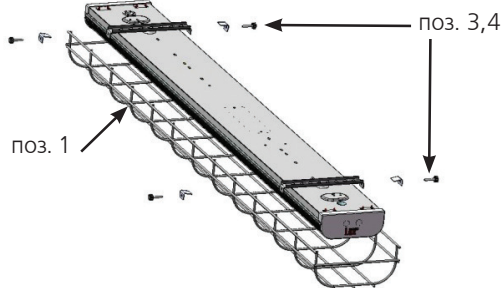
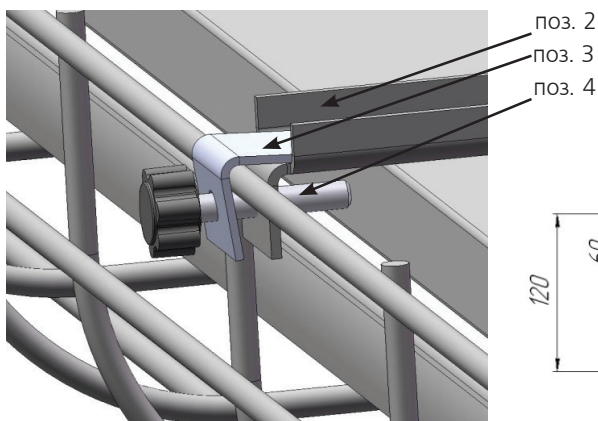
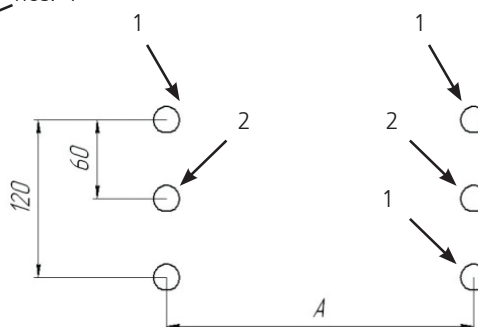

Рис. 2
Рис. 3
Рис. 4
2. На поверхности выполнить отверстия под винты M4 согласно размерам схемы (см. Рис. 4, размер A зависит от типа светильника).
3. Закрепить на поверхности кронштейны поз. 2 (2 штуки) с помощью винтов (в комплект не входят) (см. рис. 4 отверстия 1).
4. Закрепить светильник на поверхности, с помощью винтов (в комплект не входят) (см. рис. 4 отверстия 2).
6. Установить на кронштейны сетку поз. 1 и закрепить её с помощью угольников поз. 3 и специальных винтов поз. 2 (см. рис. 2 и рис. 3).
2. Закрепить на основании светильника скобы поз. 1 (2 штуки) с помощью винтов, гаек и шайб поз. 2, 4, 5 (см. рис. 2).
3. Закрепить светильник на потолке типа Армстронг (см. рис. 3) или потолке типа Грильято (см. рис. 4) с помощью винтов, гаек и шайб поз. 3, 4, 5.